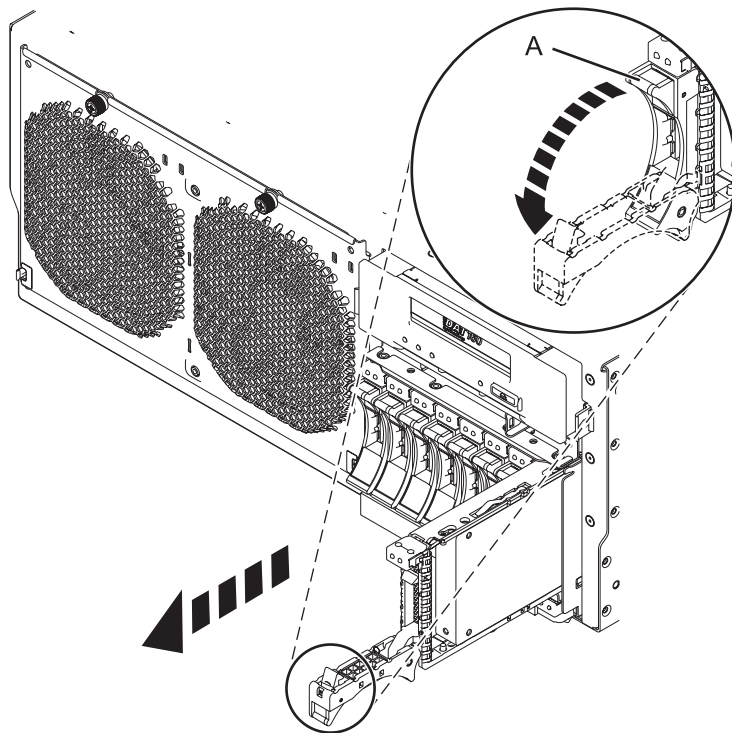

Figura 33. Extracció d'una unitat de disc del sistema
1. Al sistema, desbloquegeu la nansa de la unitat estrenyent-la i estirant-ne en la vostra direcció, com es mostra la Figura 33 a la pàgina 51.